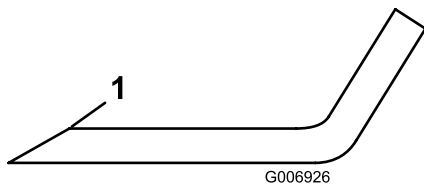

Figura 67
- Inspeccione los fillos de corte de todas las cuchillas. Afílelos si están romos o tienen mellas. Afile únicamente la parte superior del filo y mantenga el ángulo de corte original para asegurar un afilado correcto (Figura 67).
- Si está roto o tiene desperfectos, afile únicamente el filo superior y mantenga el ángulo de corte original (Figura 67).